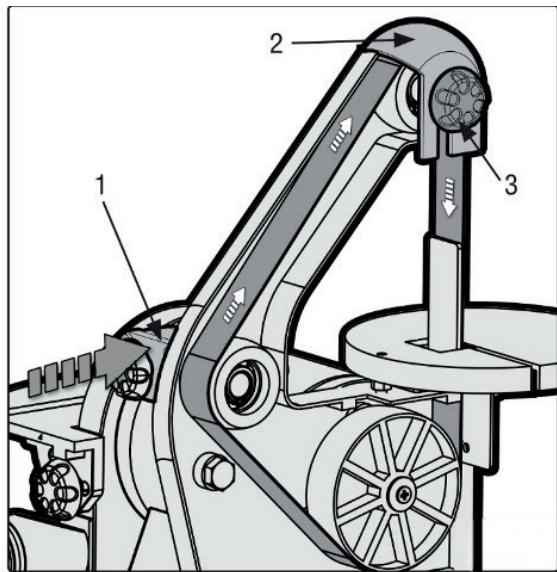

Рис. 14.
2. Снимите фиксирующую ручку верхнего защитного кожуха (рис. 14 – 3) и верхний защитный кожух (рис. 14 – 2).
4. Надавите на ограждение вала (рис. 14 – 1) вперед по направлению к рабочему столу – это сместит средний ролик вперед и создаст провисание в ремне. Одновременно нажимая на ремень, выдвиньте кожух вала вперед, другой рукой снимите ремень с роликов.